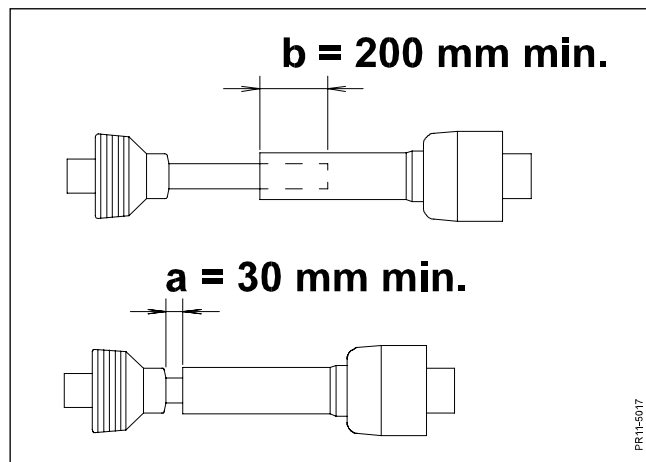

Fig. 2-3
**WICHTIG:** Die angegebenen Werte für Überlappung der Profilrohre der Gelenkwelle sind gemäß Fig. 2-3 einzuhalten.
- Fig. 2-3** Die Gelenkwelle in der Länge so anpassen, dass sie: